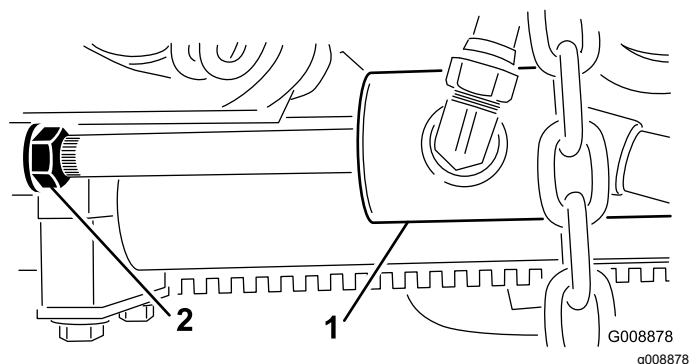

Figure 13
B. Desserrez l'écrou de blocage sur le vérin (Figure 13).